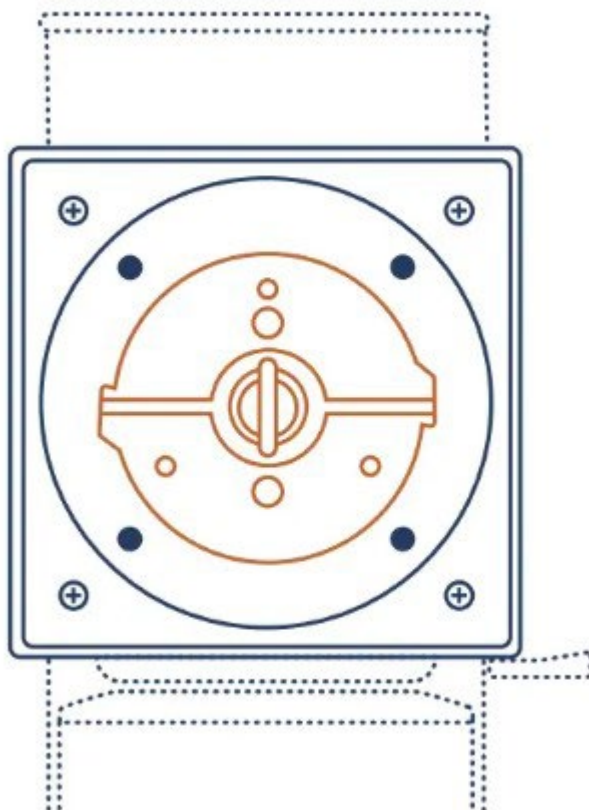
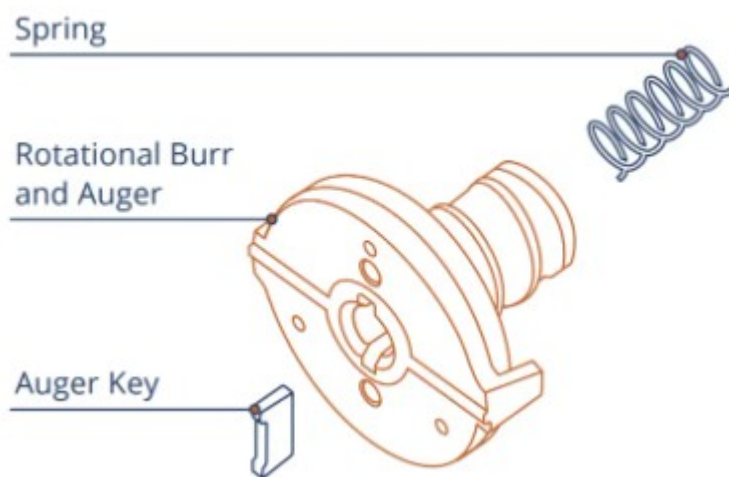

Рисунок 3
Рисунок 4
11.5.2.5 Осторожно извлеките жернова / шнек, шпонку шнека и пружину из камеры помола, нажав на нее. Будьте осторожны, чтобы не потерять какие-либо детали при извлечении. (Рисунок 3 и Рисунок 4)